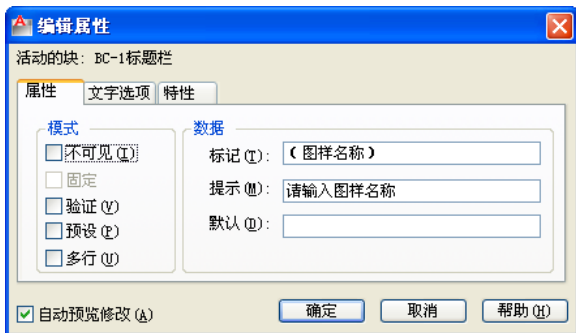

图 6-57 “编辑属性”对话框
- “编辑”按钮：单击此按钮，弹出如图 6-57 所示的“编辑属性”对话框，从中可以修改指定相应的属性特性。